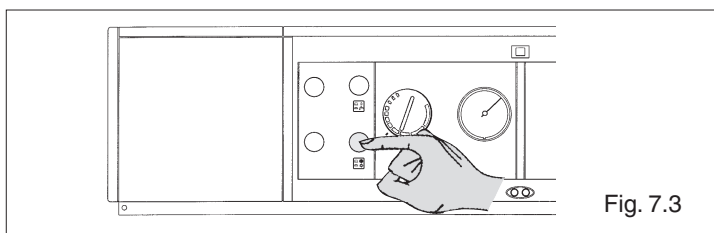

Fig. 7.3
- posizionare il Deviatore estate-inverno a seconda della stagione (Fig. 7.3)